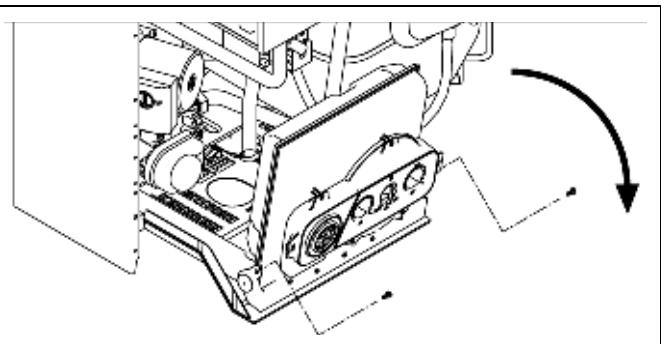

Рис. 3.4
- отвинтите винты, которые держат панель с ручками управления и поверните её (рис. 3.4)